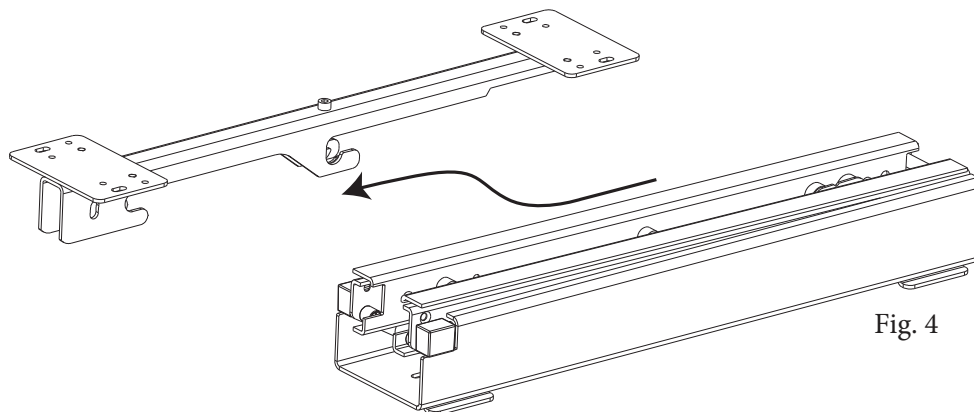
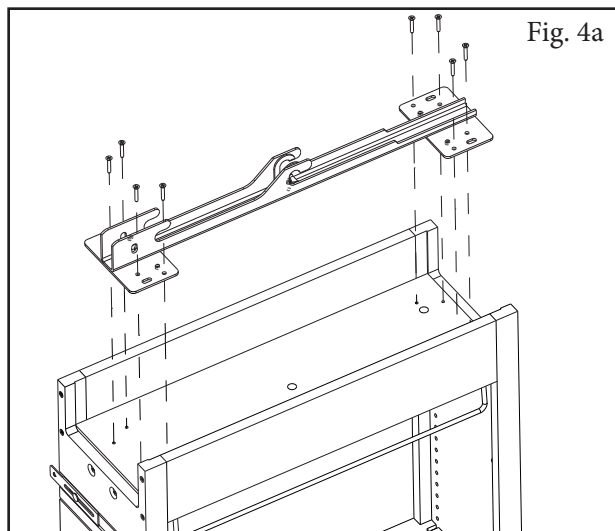
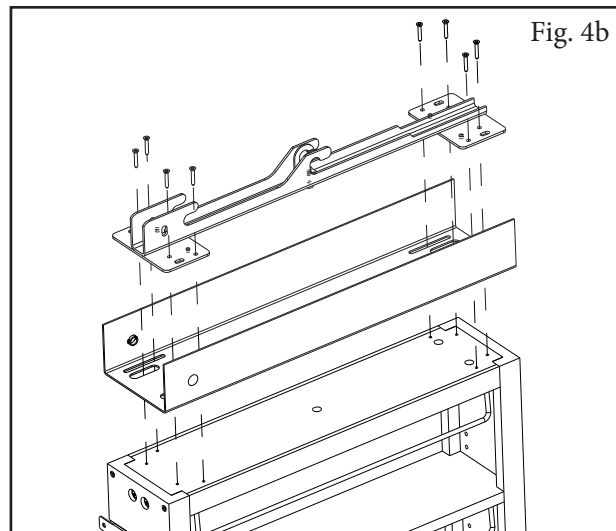

Fig. 4
Fig. 4a
Fig. 4b
(5 inch pantry refer to step 4a) Turn pantry upside down. Disengage slide mounting plate from slide assembly (see fig. 4) and attach to bottom of pantry using (8) #10 x 1 deep thread screws. (see fig. 4a)
(127 mm despensa consulte el paso 4 bis) despensa vez que al revés. Suelte la placa de montaje de diapositivas de la corredera (véase fig. 4) y adjuntar a la parte inferior de la despensa con (8) # 10 x 1 tornillos de rosca de profundidad. (ver fig. 4a)
(127 mm cellier référer à l'étape 4a) cellier Tourner à l'envers. Dégager glisser la plaque de montage de culasse (voir fig. 4) et le joindre à fond de garde-manger à l'aide (8) # 10 x 1 vis à filet de profondeur. (voir fig. 4a)
(5 inch pantry only) Turn pantry upside down. Disengage slide mounting plate from slide assembly (see fig. 4) and attach slide skirt and slide mounting plate to bottom of pantry using (8) #10 x 1 deep thread screws. (see fig. 4b)
(127mm despensa solamente) Girar a la despensa al revés. Suelte la placa de montaje de diapositivas de la corredera (véase Fig. 4) y adjuntar la falda de diapositivas y deslice la placa de montaje a la parte inferior de la despensa con (8) # 10 x 1 tornillos de rosca de profundidad. (ver fig. 4b)
(127mm cellier uniquement) Active garde-manger à l'envers. Dégager glisser la plaque de montage de culasse (voir fig. 4) et joindre jupe glisser et glisser la plaque de montage au bas de la garde-manger à l'aide (8) # 10 x 1 vis à filet de profondeur. (voir fig. 4b)